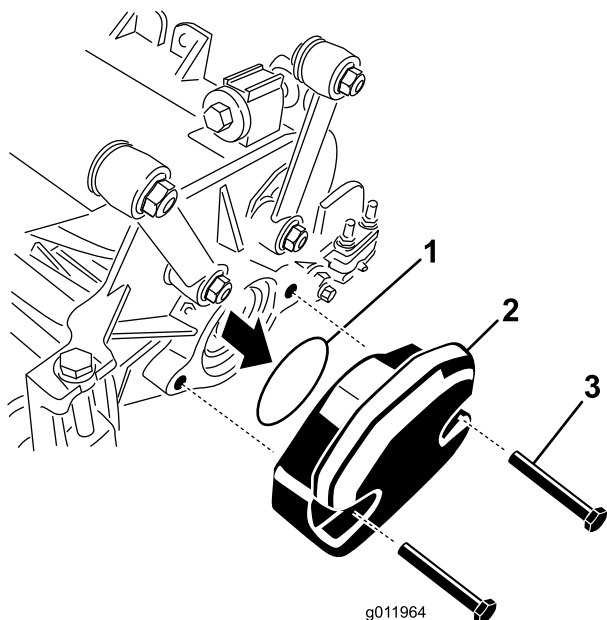

Рисунок 6
1. На режущем блоке № 3 отверните 2 колпачковых винта, которыми противовес крепится к левой стороне режущего блока, и снимите противовес (Рисунок 6).